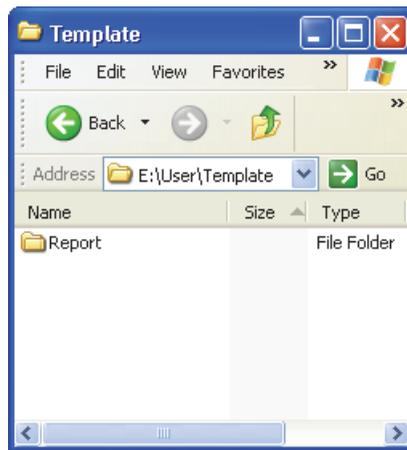

Abbildung 7-4 Pfad zum Berichtordner
- b) Gibt es den Ordner noch nicht auf der Speicherkarte gibt, erstellen Sie folgenden Ordner: \ User \ Template \ Report \ (siehe Abbildung 7-4 auf Seite 210).